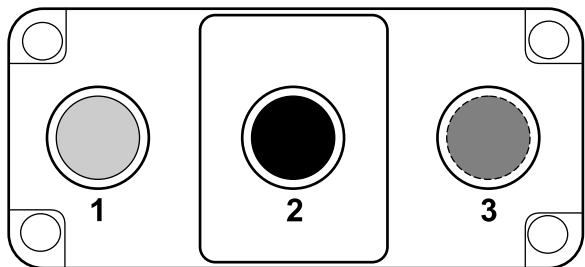

**Figura 16**
2. Coloque o autocolante da função de tração às 4 rodas por cima do orifício perfurado (Figura 16).